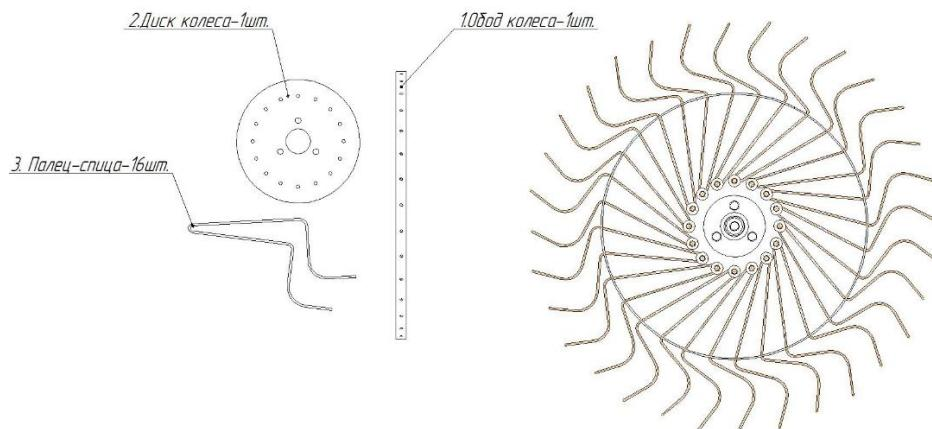

Рис.3.1 Комплект для сборки колеса
- Для сборки колеса необходимо взять из комплекта поставки 16 пальцев- спиц, 1 обод и 1 диск колеса рис.3.1, Каждый палец продеть в 2 (два) отверстия на ободе, последовательно заполнив обод пальцами- спицами. Затем поместить в центр колеса диск и уложить на нем пальцы- спицы таким образом, чтобы загиб на пальце сгибал отверстие на диске. Накрыть загиб увеличенной шайбой, вставить в отверстие болт M8x25 и затянуть с обратной стороны гайкой M8, подложив стопорную шайбу. Собрать таким образом все 4 колеса.